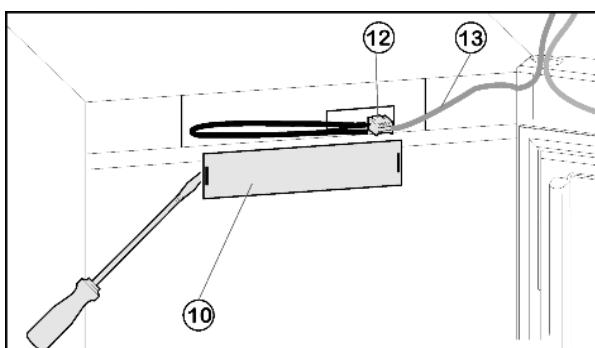

Fig. 4
- ▶ Снимите переднюю накладку Fig. 4 (10) с помощью плоской отвертки.
- ▶ Снимите контакт и извлеките разъём Fig. 4 (12).
- ▶ Высвободите из направляющей серый кабель Fig. 4 (13).
- Снова установите разъем Fig. 4 (12).
- Снова установите крышку Fig. 4 (10).